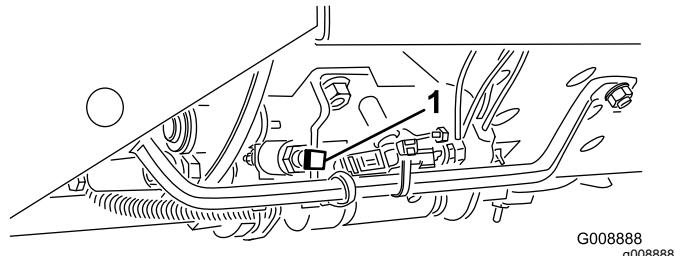

Figure 23
**Important:** La vitesse de tonte est réglée à l'usine à 9,7 km/h. Vous pouvez l'augmenter ou la réduire en réglant la vis de butée de vitesse (Figure 23).